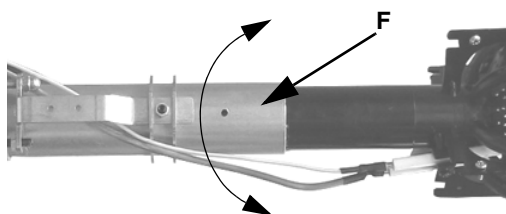
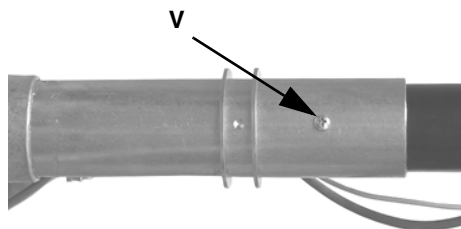

Fig. 19
Fig. 20
- 5 Scoateti flansa si capul de ardere impreuna (Fig. 19).
- 7 Desurubati surubul **V**, rotiti capul cu 180 ° in jurul axei sale , asa cum se vede in Fig. 19, pana se gaseste gaura **F** . Strangeti surubul din nou (Fig. 19 - Fig. 20).